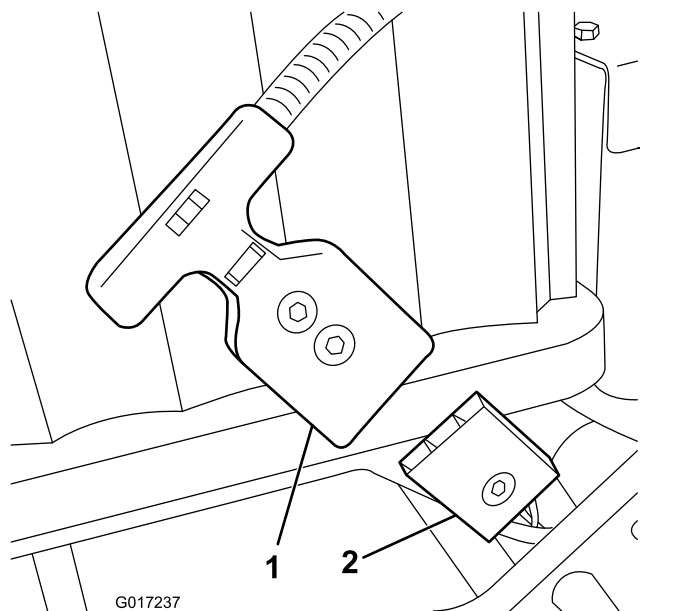

Figure 17
Remarque: Si vous n'arrivez pas à accoupler la prise du bloc batterie au connecteur du faisceau de la machine quand le bloc batterie est en place, vous pouvez à la place connecter le faisceau au bloc batterie avant d'installer le bloc batterie. Retirez le connecteur d'alimentation principal (Figure 17) du socle de la batterie. Installez le connecteur sur la batterie comme décrit. Installez la batterie sur le socle en faisant passer le faisceau de câblage à travers le trou approprié, puis fixez le connecteur d'alimentation principal au socle de la batterie à l'aide des fixations retirées précédemment.
16. Branchez le connecteur à poignée en T du faisceau de câblage principal au connecteur d'alimentation principal sur le socle de la batterie (Figure 17).